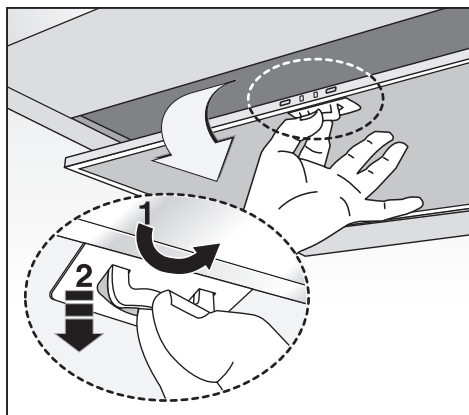

Fig.7
- La distanza minima fra la superficie di supporto dei recipienti di cottura sul dispositivo di cottura e la parte più bassa della cappa da cucina deve essere di almeno **65 cm**. Se dovesse essere usato un tubo di connessione composto di due o più parti, la parte superiore deve essere all'esterno di quella inferiore. Non collegare lo scarico della cappa ad un condotto in cui circoli aria calda o utilizzato per evacuare fumi degli apparecchi alimentati da un'energia diversa da quella elettrica. Prima di procedere alle operazioni di montaggio, per una più facile manovrabilità dell'apparecchio disinserire i filtro/i antigrasso (Fig.7).